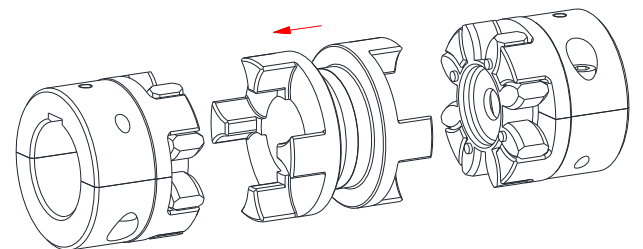

Fig. 18 : Montage de l'entretoise DKM-H
- Insérer l'entretoise DKM-H (voir fig. 18) et déplacer les unités dans le sens axial jusqu'à ce que les cotés E et S soient atteints (voir fig. 3 et tableau 3).